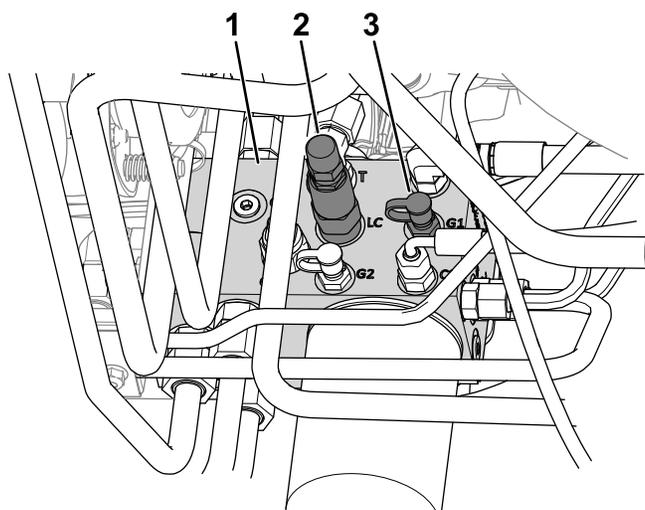

Рисунок 24
4. Подсоедините манометр к контрольному отверстию (с маркировкой G1; см. Рисунок 24).
2. Золотник переноса массы (LC)
5. В боковой части гидравлического коллектора подъема снимите крышку с контрольного отверстия (с маркировкой G1; см. Рисунок 24).
6. Ослабьте контргайку на конце золотника переноса массы (с маркировкой LC; см. Рисунок 24).